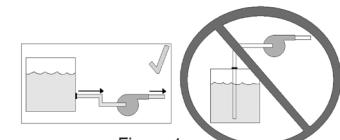

Figure 1
Your Little Giant pump is delivered to you pretested from the factory. In order to prevent damage to the ceramic impeller shaft during shipping, the impeller (item 4) has not been assembled within the pump head. The pump may be installed in any position. It may be mounted vertically with the pump head down. Proper plumbing connections should be made. See specification table to determine what size intake and discharge your pump has. Use a thread sealer on all pipe connections and hand tighten only. Note: a roll of PTFE pipe seal tape is supplied. Do not use a wrench to tighten the connections. Excessive force may damage the plastic part. Make sure the bolts are tight before operating the pump. The motor nameplate lists all data. Make sure the pump is wired according to diagram under wiring compartment cover. These pumps are not submersible. Operate the pumps only in the in-line mode. Do not put the units in liquid. Pump should be installed in a dry area and protected from splash. These pumps are not self-priming. **IMPORTANT:** These pumps must be installed so that the pump head (volute) is flooded before starting. That is, the inlet of the pump must be below the level of the surface of the liquid being pumped. (See Figure 1.)
Ces modèles ne sont cependant pas submersibles. Ne faire fonctionner les pompes qu'en série et ne pas les immerger. Elles devraient être placées dans un endroit sécuritaire à l'abri des éclaboussures. L'autoamorçage n'est pas disponible pour ces modèles. La pompe doit être installée de façon à ce que la volute soit remplie au moment de l'amorçage. Ne pas entraver son aspiration. S'assurer que les tuyaux utilisés pour l'aspiration sont du diamètre correspondant aux filets intérieurs de la prise d'aspiration. Si un débit plus faible est requis, réduire le refoulement et non l'aspiration (Fig. 1). La meilleure façon de réduire le débit d'une pompe est d'installer une vanne de sortie ou un dispositif semblable sur le tuyau de refoulement. Lorsqu'une telle vanne est utilisée, vous pouvez augmenter le régime de la pompe et ainsi obtenir la pression et le débit voulus sans enjommager le moteur ni les pièces de la pompe. Éviter d'installer la pompe où elle pourrait être éclaboussée ou arrosée.
Estas bombas no son sumergibles. Use las bombas sólo en el modo En-línea. No coloque las unidades en líquido. La bomba se debe instalar en un área seca y protegida contra salpicaduras. Estas bombas no son modelos autocebantes. Deben instalarse de tal manera que la cabeza de bombeo (voluta) se encuentre inundada al momento en que la bomba se ponga en marcha (Fig. 1). No restrinja el lado de la toma de la bomba. Las conexiones en el lado de la toma no deben hacerse con un tubo, manguera o tubería de diámetros menores que el diámetro interior de toma según la designación de rosca de la toma. Si se requiere un flujo reducido, restrinja el lado de la descarga. El método apropiado para reducir el flujo de la bomba es la instalación de una válvula u otro tipo de dispositivo de restricción en el lado de la descarga. Cuando se use una válvula, el flujo de la bomba puede estrangularse a fin de proporcionar diversos niveles de flujo y presión sin dañar el motor ni las partes de la bomba.